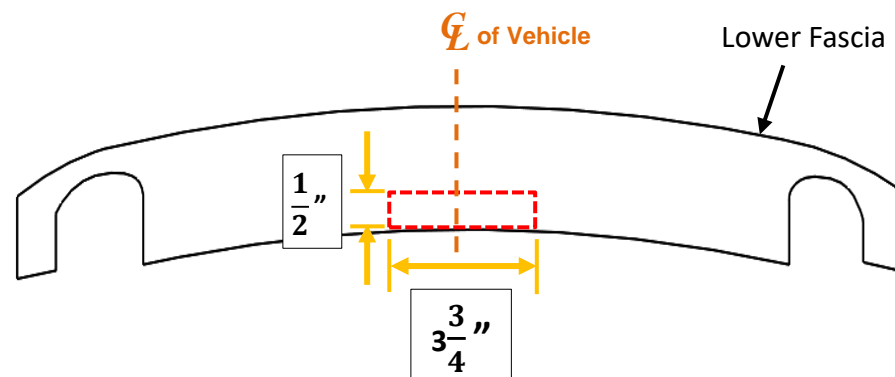

Figure 4
4. Découper le carénage inférieur (Ford Escape seulement) – À l'aide d'un ruban à mesurer, d'un marqueur et d'un couteau utilitaire, mesurer, marquer et découper le carénage inférieur selon la **Figure 4**.